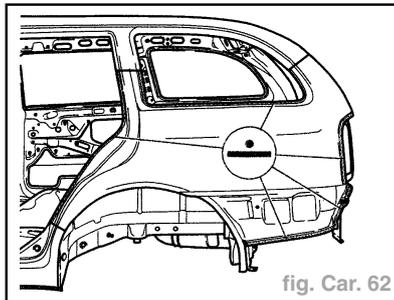

fig. Car. 62
- Souder la pièce latérale, soudure par points RP (fig. Car. 62).